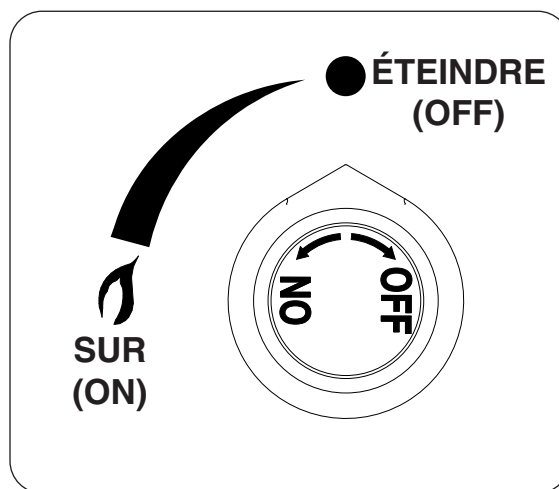

Fig. 24-2
- 4. **Tout en maintenant le bouton d'allumage enfoncé, vérifiez que l'étincelle de l'électrode est reliée à la masse au tube flash**, puis tournez le bouton de commande du gaz dans le sens antihoraire jusqu'à la position **ON (sur)**, appuyez et maintenez pendant 15 secondes (voir Fig. 24-2). Votre brûleur devrait s'allumer dans les 5 secondes.
Pour éteindre votre brûleur à gaz, tournez le bouton de commande du gaz dans le sens des aiguilles d'une montre jusqu'à la position **OFF (éteindre)** (voir Fig. 24-2). Assurez-vous que le bouton de commande est complètement éteint pour éviter toute fuite de gaz.